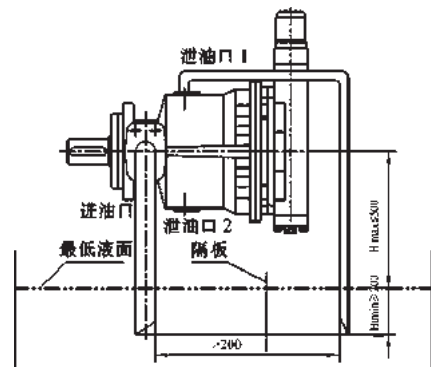

图 4
b) 当油箱的最低液面低于泵的顶部时，将泄油口 2 堵住，泄油口 1、进油口的配管要求参见图 4，注意  $H_{\text{min}}=200\text{mm}$ 。
a) 安装在油箱上，请参见图 4。